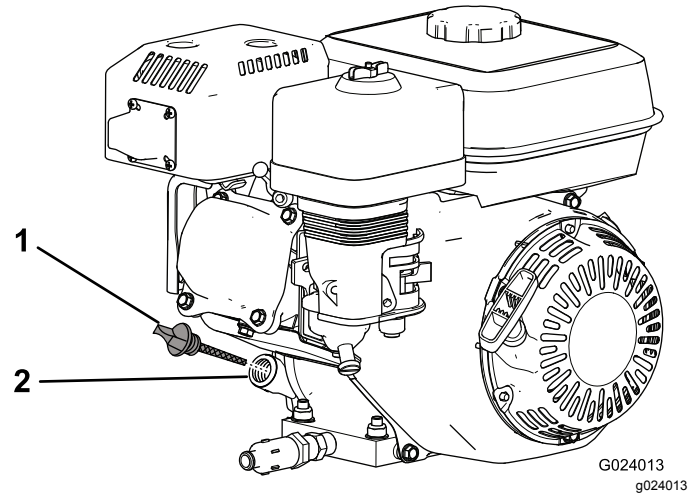

Figura 17
2. Spegnete il motore, lasciate che si raffreddi e pulite la zona attorno al tappo di rifornimento dell'olio/asta di livello (Figura 17).